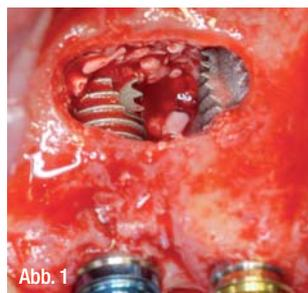

Abb. 1
**Abb. 1:** Sinusbodenelevation mit lateralem Zugangsfenster und inserierten XiVE-Implantaten. Das Knochenersatzmaterial wurde zuvor kranial platziert. – **Abb. 2:** Die Implantatoberflächen wurden mit autogenem Knochen abgedeckt. – **Abb. 3:** Das Sinusfenster ist verschlossen. – **Abb. 4:** Abdeckung mit einer Titanmembran (BoneShield, DENTSPLY Implants). – **Abb. 5:** Orthopantomogramm neun Jahre postoperativ nach bilateraler Sinusbodenelevation mit simultaner Implantation mit Schichttechnik.